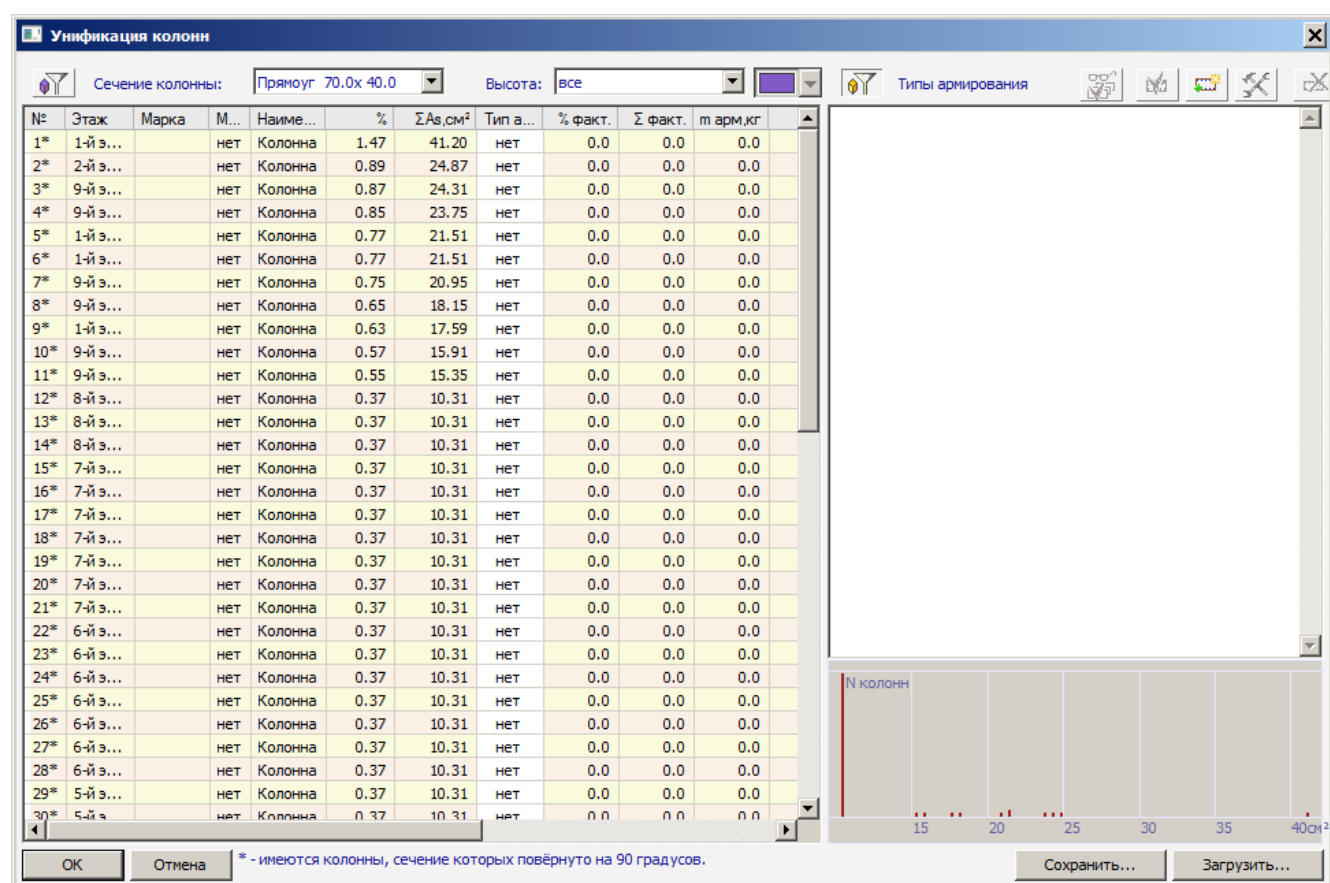

Рис.7.3. Диалоговое окно Унификация колонн
- Вызовите диалоговое окно **Унификация колонн** (рис.7.3) щелчком по кнопке  - **Униф. колонн** (панель **Основная арматура** на вкладке **Армирование**).